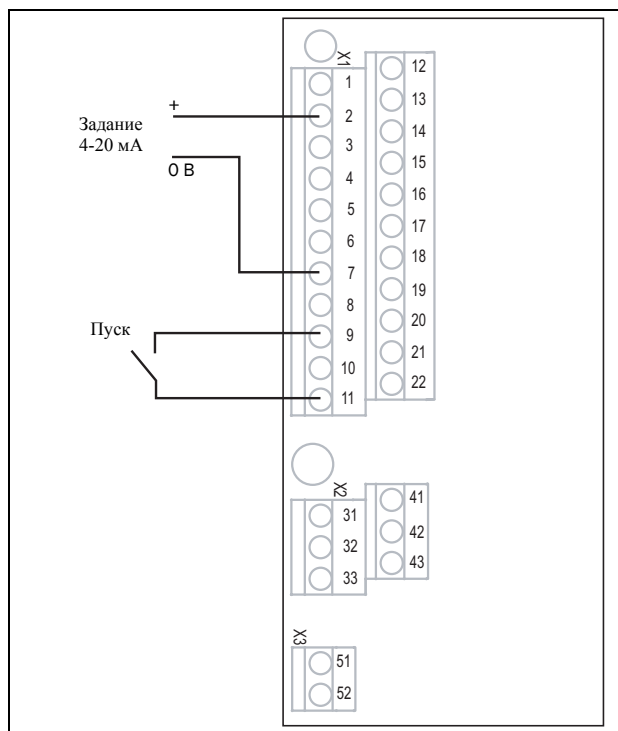

Рис. 23 Подключение
1. Подключите задание к клеммам 7 (Сигнальная земля) и 2 (АнВх 1) согласно Рис. 23 и заданию.
2. Подсоедините внешнюю кнопку запуска между клеммой 11 (+24 VDC) и 9 (ЦфВх2, Пуск вправо) согласно Рис. 23.
15. Подключите цифровые и аналоговые входы/выходы в соответствии с Рис. 23.